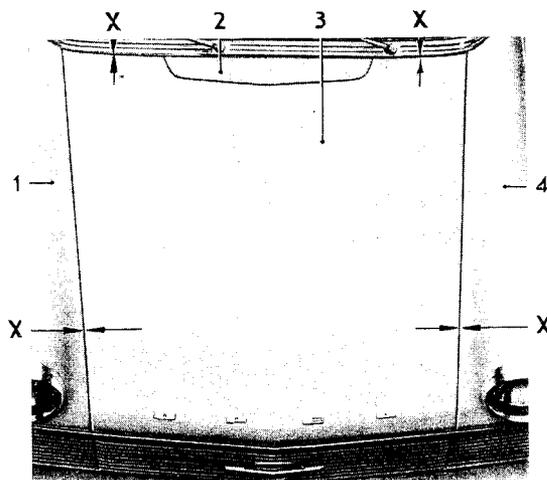

Bild 8 - Motorhaube aufgefäßt
2. Haube schließen und so ausrichten, daß die Abstände der Haube zu den beiden Kotflügeln und dem Windfang annähernd gleich groß sind (Bild 8).